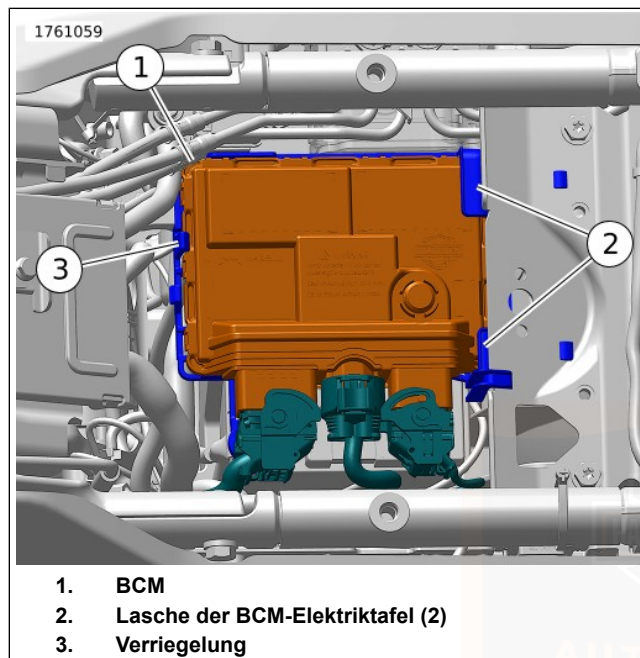

Abbildung 142. Ausbau/Einbau des BCM
- 4. Die Steckverbinder (2) der beheizten Ausrüstung von der oberen Elektrizitätstafel (1) entfernen.
- 5. Die Verriegelung (5) leicht nach hinten drücken und die Vorderseite der oberen Elektrizitätstafel anheben. Die obere Elektrizitätstafel nach vorne schieben, um sie von der Lasche (3) der BCM-Elektrizitätstafel zu lösen.
7. Siehe Abbildung 142. Die Verriegelung (3) leicht nach vorne drücken und die Vorderseite des BCM (1) anheben. Das BCM nach vorne schieben, um es von den Laschen (2) der BCM-Elektrihtafel zu lösen.
9. Siehe Abbildung 142. Das BCM (1) in die Position oben auf der BCM-Elektriktafel absenken. Das BCM nach hinten unter die hinteren Laschen (2) der BCM-Elektriktafel schieben.
10. Die Vorderseite des BCM nach unten drücken, bis die Verriegelung (3) einrastet.